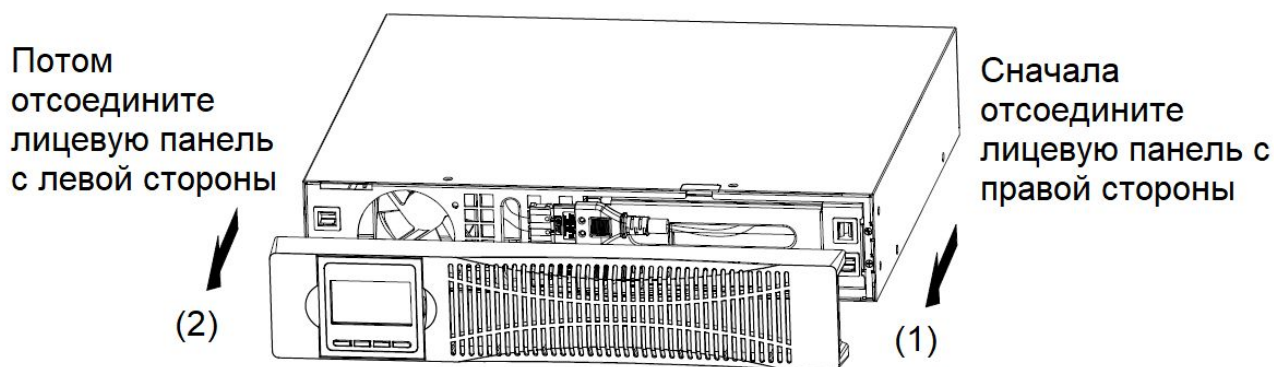

Рис.11 — Снятие передней панели
- 1) Разъем встроенных аккумуляторов находится под декоративной передней (лицевой) панелью. Для ее снятия необходимо нажать и удерживать левую сторону панели рядом с ЖК-дисплеем, потянуть правую сторону на себя. После отсоединения правой части передней панели, отсоедините ее левую сторону (см. Рис.11).